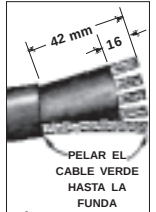

Fig. 1
- Strip cord jacket and conductor insulation as shown in Fig. 1 at right. Note difference between GREEN conductor and other conductors. **DO NOT TIN CONDUCTORS.**
- Dénuder le cordon de sa gaine et les conducteurs de leur isolant tel qu'illustré à la figure 1 à droite. Remarquer la différence entre le conducteur vert et les autres conducteurs. **NE PAS ÉTAMER LES CONDUCTEURS.**